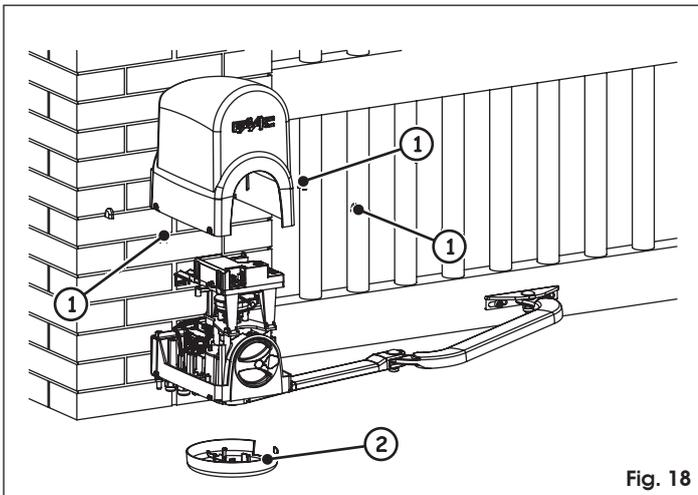

Fig. 18
- Repositionner le carter de protection supérieur, serrer les vis de fixation et positionner les quatre bouchons de protection fig. 18 réf. ①.
- Positionner le carter inférieur d'après la fig. 18 réf. ②.